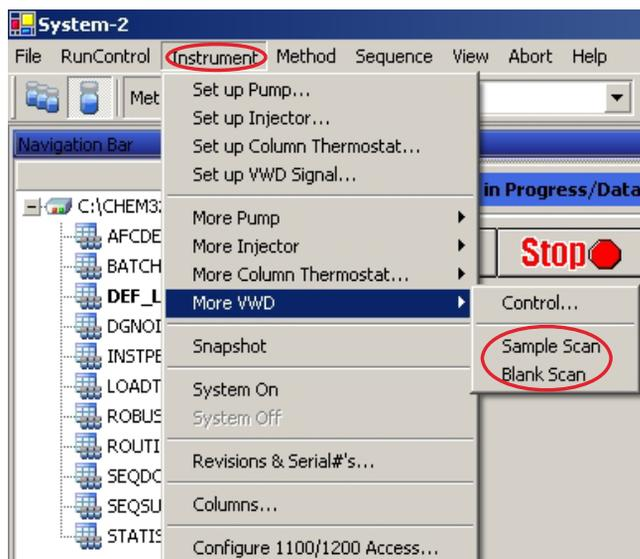

Figure 22 Prise de spectres en temps réel
- 3 Pendant l'analyse sur la ligne de base, sélectionnez Instrument (Instrument) - More VWD (Autres paramètres de VWD) - Blank Scan (Balayage du bruit de fond), Figure 22, page 57.